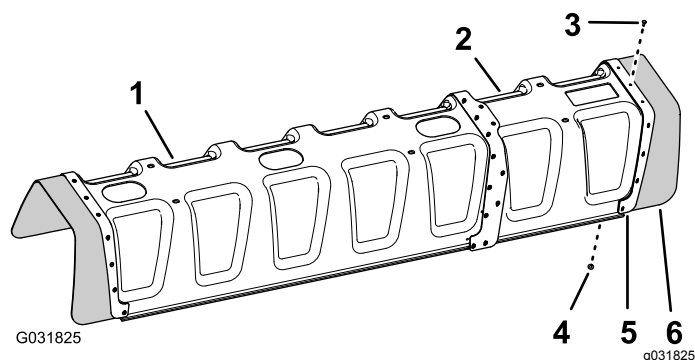

图151
- 将在步骤 2 中卸下的橡胶盖和加强板单排上的孔与护罩延长组件末端的孔对齐图151。